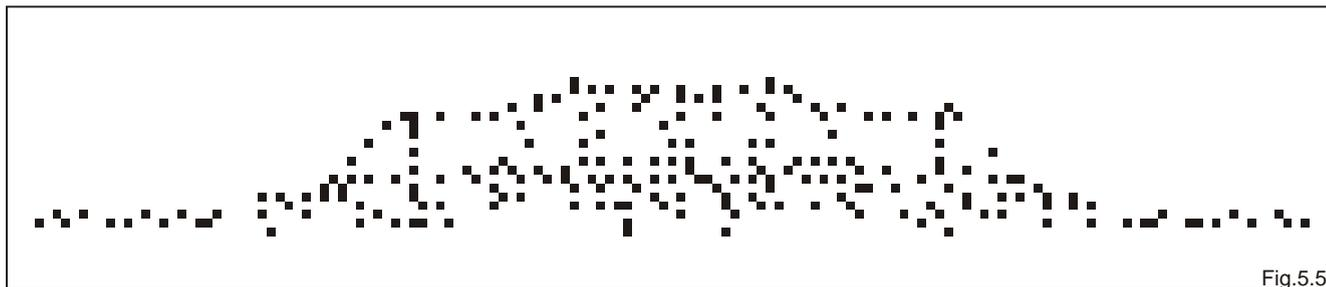

Fig.5.5
- Verfahren bei Anbau an der Aushebung (Abb.5.5).